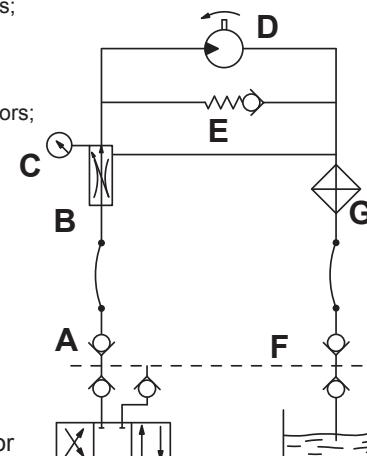

fig. 39 Latură tractor
- **Alimentarea uleiului:** respectați datele din schema Fig. 39.
Cu motorul oprit și cu tractorul blocat, cuplați corect toate atașările rapide. Porniți tractorul și acionați instalația pentru câteva minute alimentând cu presiune constantă întreg circuitul, astfel evitându-se instabilitatea suflantei. Numai în momentul în care uleiul atinge temperatură optimă și nu se prezintă oscilații de viteză de la suflantă, este posibilă reglarea presiunii. Dacă utilajul este folosit cu tractoare diverse și deci cu distribuitori și uleiuri diferite, este necesară repetarea procedurii de calibrare pentru fiecare tractor. La tractoarele cu pompă cu capacitate variabilă (circuit hidraulic închis), dotate cu regulatoare pentru capacitatea uleiului, trebuie să se deschidă complet regulatorul cu trei căi (B, Fig. 40) și pornind cu o capacitate mică de ulei, se deschide treptat regulatorul intern al circuitului tractorului, până la obținerea presiunii dorite, indicată de manometru (C, Fig. 39).